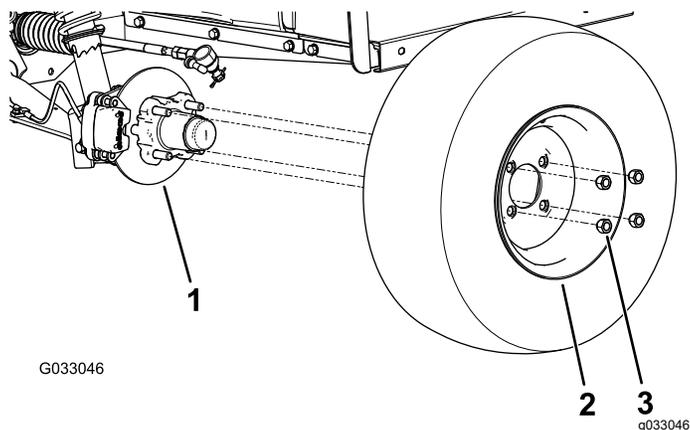

图 23
2. 卸下将车轮固定到轮毂上的 4 个车轮螺母 图 23。
4. 将车轮中的孔与轮毂中的螺栓对齐并将车轮安装到轮毂上阀杆向外图 23。
5. 使用车轮螺母将车轮固定到轮毂上图 23。